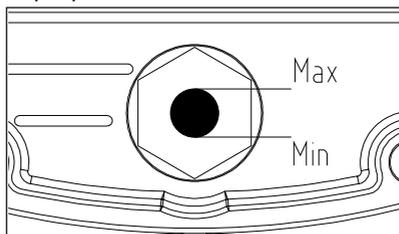

Рис. 3
7. Проверьте уровень масла по меткам на окне маслоуказателя картера (Рис.3), уровень масла должен быть не ниже среднего положения в контрольном окне картера.